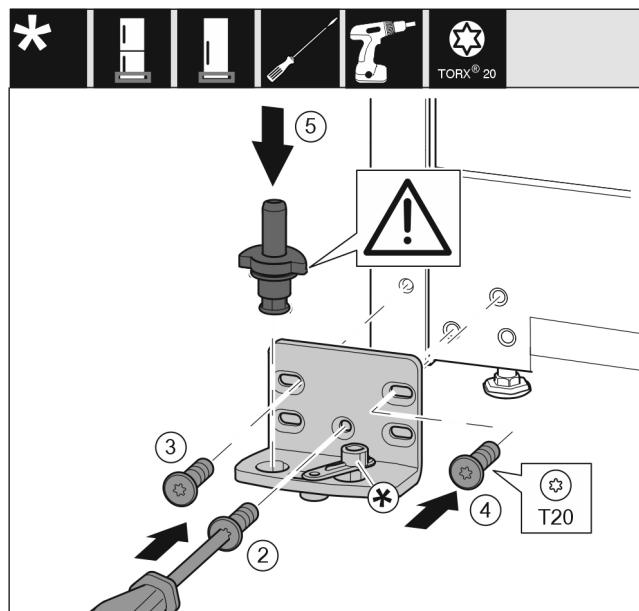

Fig. 16
- Vendosni bazamentin mbështetës në anën tjetër dhe mbërthejeni me ndihmën e një kaçavide T20. Filloni me vidën 2 poshtë në mes. Fig. 16 (2)
- Mbértheni fort vidën 3 dhe 4. Fig. 16 (3,4)
- Vendosni komplet në vend bazamentin mbështetës. Këtu bëni kujdes që gungat e kapjes të jetë të kthyera nga poshtë. Fig. 16 (5)